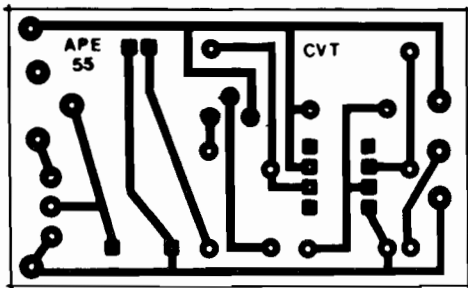

Fig. 3
- FIG. 3 - LAY OUT DO CIRCUITO IMPRESSO ESPECÍFICO - Mesmo considerando a presença um tanto "trambolhuda" do acoplador óptico (lâmpada e LDR obrigatoriamente se confrontando e isolados do ambiente...) sobre a placa, esta ainda ficou razoavelmente pequena, e de desenho simples nas suas áreas cobreadas (ilhas e pistas...). Nenhuma recomendação extra... Apenas os cuidados de sempre, uma boa verificação ao final (com eventual eliminação de defeitos antes de se começar as soldagens...) e a observação das INSTRUÇÕES GERAIS PARA AS MONTAGENS, são tudo o que o Leitor/Hobbysta precisa para bem aproveitar as inerentes vantagens dessa técnica de montagem... Lembramos apenas que a presença do